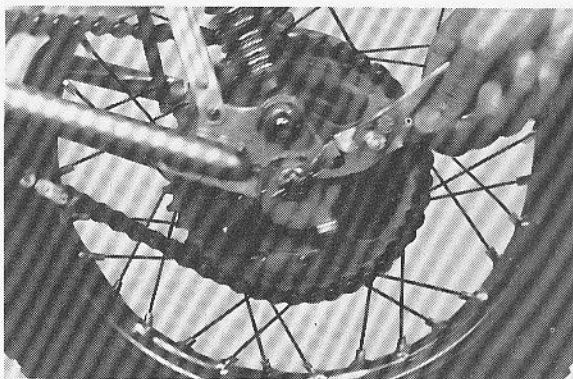

Fig. 5-2-3
3. Remove cotter pin from rear axle. (Fig. 5-2-3)
3. Retirer la goupille de l'axe arrière. (Fig. 5-2-3)